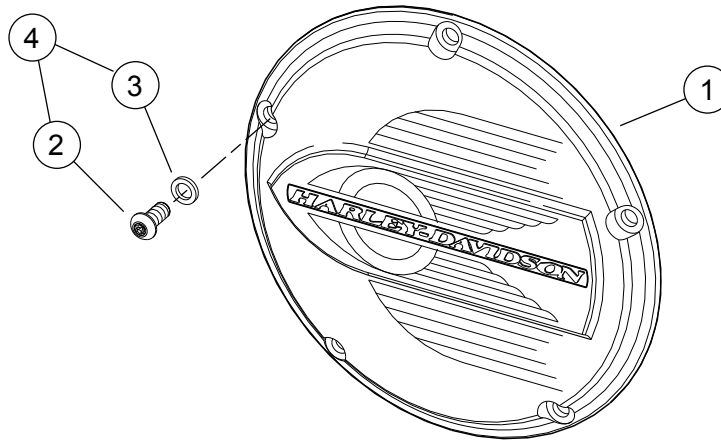

Figura 2. Cubierta de inspección del embrague "Rueda voladora"
Vea la Figura 2 y la Tabla 1.
- b. Vea la Figura 2. Coloque una arandela (3) del kit en la rosca de uno de los tornillos **nuevos** (2). Inserte la rosca del tornillo a través del agujero superior de la cubierta de inspección del embrague y cuidadosamente enrósquelo completamente a través del agujero triangular en la junta. No empuje el tornillo a través del agujero.